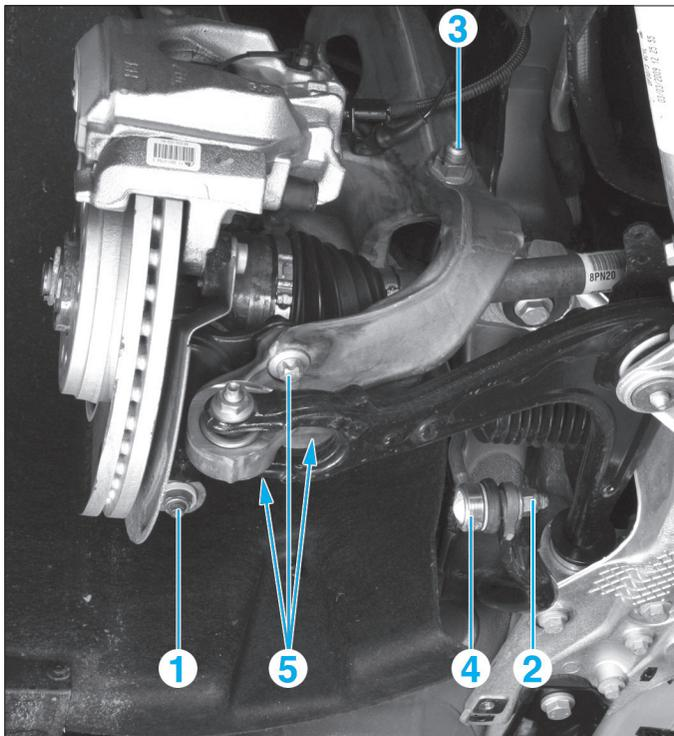

Fig. 16
- l'écrou (1) de la rotule de direction et l'extraire du pivot (Fig.16),
- les écrous de fixations inférieure (2) et supérieure (3) de la biellette (4) de barre stabilisatrice,
- les vis de fixation (5) du pivot sur le triangle inférieur,